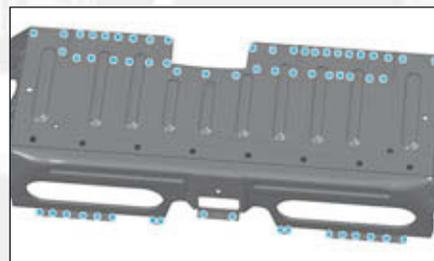
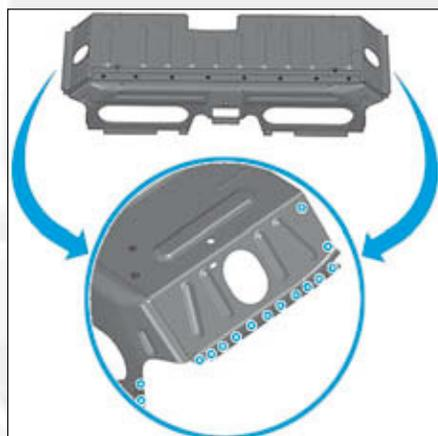

FIG.213
FIG.214
- Tracer puis percer la pièce de rechange au Ø 6,5 mm pour soudage ultérieur par points bouchons MAG (Fig.213) et (Fig.214).